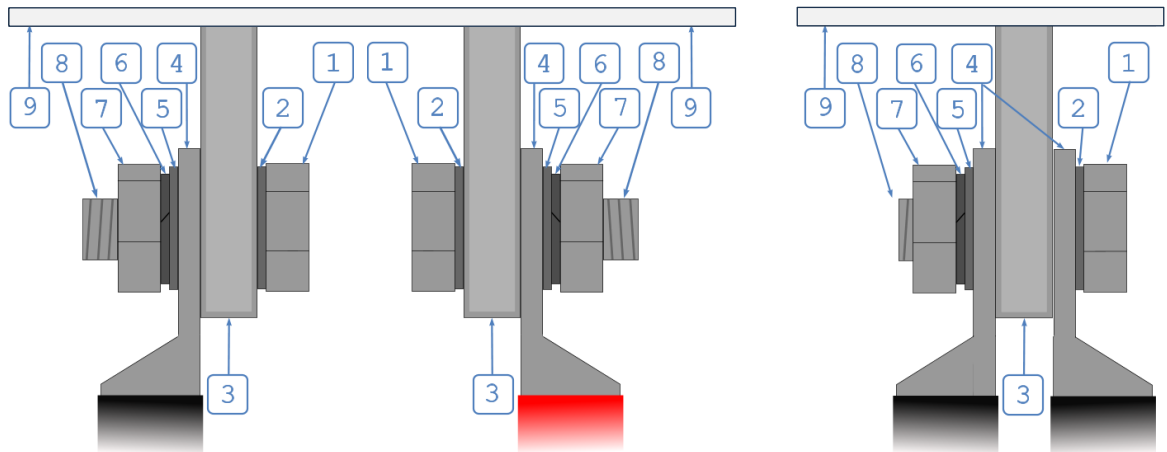

Abbildung 2.11: Schrauben- und Scheibenanordnung an Kupferschienen
Beachten Sie bei Geräten mit Kupferschienen als Lasteingang die Schrauben- und Scheibenanordnung in Abbildung 2.11!
Bei Modellen mit Stromschienen gilt die Anordnung der Schrauben und Scheiben in Abbildung 2.11. Bei hohen Strömen sollten pro Schiene 2 Lastleitungen montiert werden, s. Abbildung 2.11 rechts.
2. Lastkabel entsprechend Abbildung 2.11 mit den mitgelieferten Schrauben und Scheiben an die Stromschienen anschließen, so dass sie geradeaus von den Stromschienen weglaufen.
- Halten Sie die Schrauben- und Scheibenanordnung in Abbildung 2.11 ein, um die entsprechenden Sicherheitsabstände zu gewährleisten!
Halten Sie die Schrauben- und Scheibenanordnung in Abbildung 2.11 ein, um die entsprechenden Sicherheitsabstände zu gewährleisten!